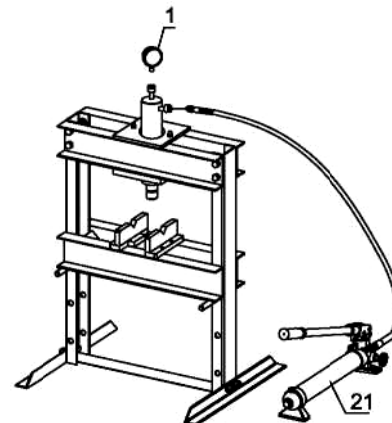

Рис. 1-6
7. Подсоедините манометр (1) и шланг к цилиндру. **См. рис. 1-6.**